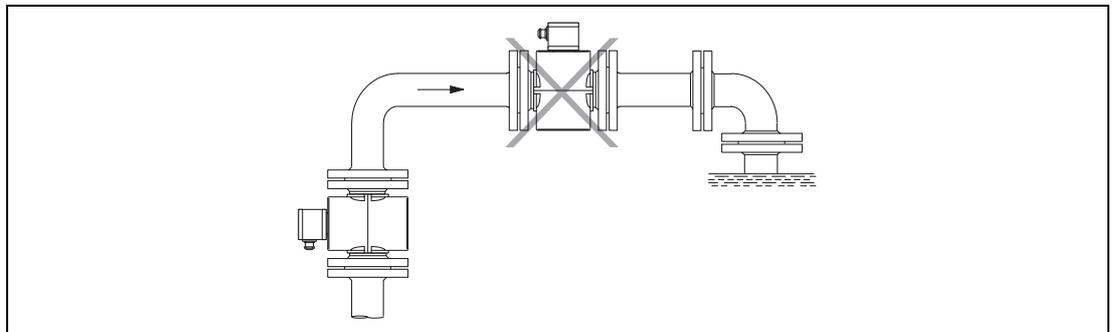

Fig. 9:
- Pour un flux libre, ne pas installer l'instrument au point le plus élevé ou sur la phase descendante de la tuyauterie (le tube de l'appareil de mesure risque de se vidanger, bulles d'air), (Fig. 9.)